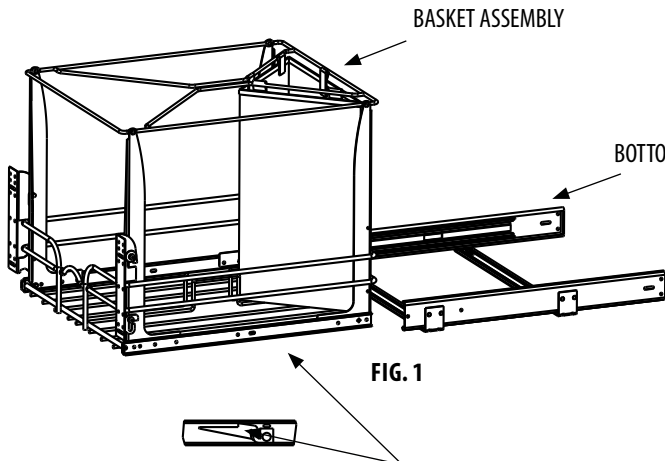

FIG. 1
STEP 1) DISENGAGE WIRE BASKET ASSEMBLY BY DEPRESSING THE TRIGGER AND PULLING SLIDE AWAY FROM THE BASKET. (FIG. 1)
PASO 1) Suelte el cable del ensamble de la canasta, presionando el gatillo y jalando el deslizante fuera de la canasta. (FIG. 1)
Étape 1) Dégagez l'assemblage du panier métallique en appuyant sur la gâchette et en retirant la coulisse du panier. (FIG. 1)